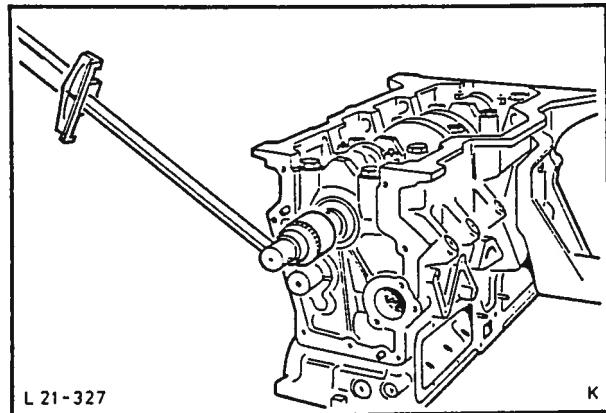

Fig. 66 Kontroll av friksjonsmoment med momentnøkkel.
38. Mål friksjonsmomentet på stempeler og veivaksel med en momentnøkkel før å dreie veivakselen. Friksjonsmomentet må ikke overskride 60 Nm (6 kgf. m) (43 lbf. ft), fig. 66.